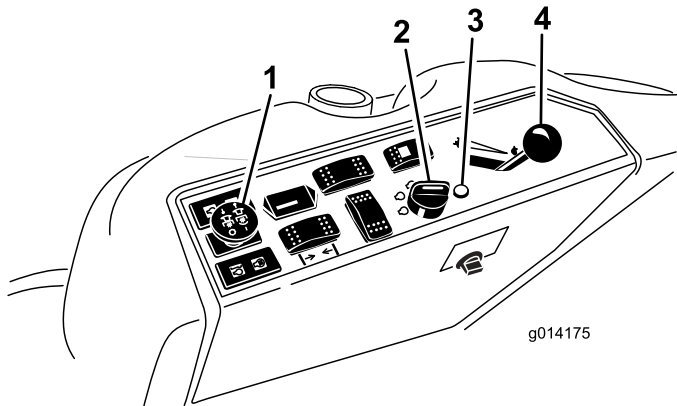

Bild 21
4. Stellen Sie den Zapfwellenschalter in die AUS-Stellung (Bild 21).
5. Bewegen Sie den Gasbedienungshebel in die Mittelstellung zwischen die SCHNELL- und LANGSAM-Stellung (Bild 21).